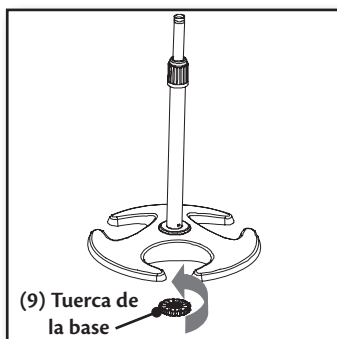

Figura 8.
- Asegure la varilla telescópica (7) atornillando la tuerca base (9) sobre la varilla desde la parte inferior de la base. **Figura 8.**